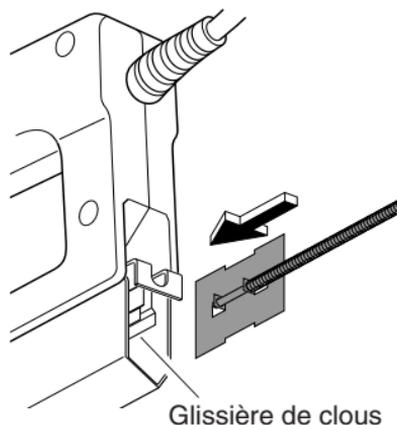

Figure 5
5. Remettre le pousse-clou dans le magasin. Pour ce faire, introduire le côté métallique plat du pousse-clou dans la glissière de clous (voir la figure 5). Enfoncer le pousse-clou jusqu'au bout dans le magasin. Appuyer le côté à crochet du pousse-clou vers le haut et le verrouiller au magasin.